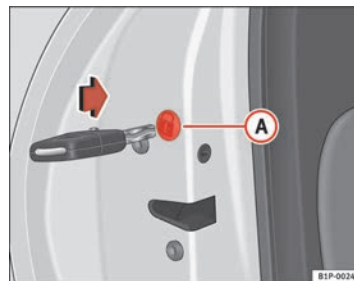

Fig. 59 Fecho de emergência das portas
Abra a porta e retire o tampão (A) ⇒ fig. 59 que tem desenhado um cadeado. Ficará à vista uma peça circular e giratória com uma ranhura no centro. Introduza a chave na ranhura e rode a peça no sentido dos ponteiros do relógio nas portas direitas e no sentido contrário ao dos ponteiros do relógio nas portas esquerdas.